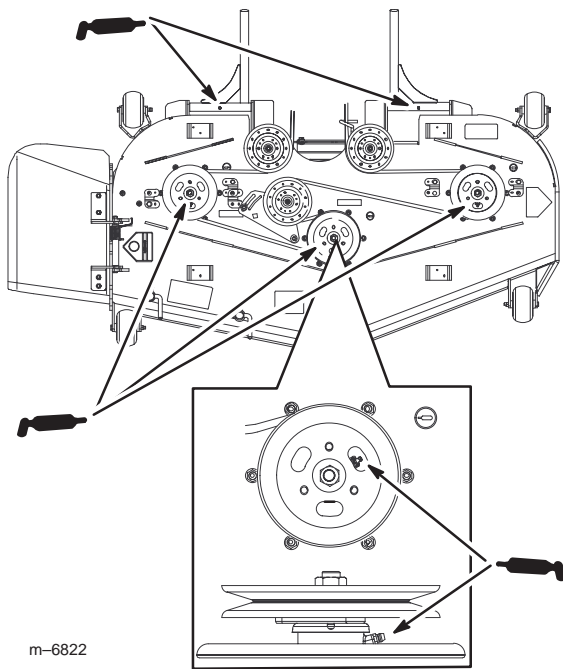

Figure 50
4. Lubrifiez les roulements des trois axes sous la poulie jusqu'à ce que la graisse sorte par les joints inférieurs (Fig. 50).
5. Lubrifiez les graisseurs des bras de poussée (Fig. 50).